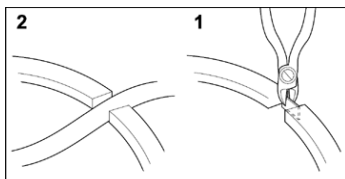

Afbeelding 1
Om de detector te openen (**Afbeelding 1**), verwijdt u het lid door een schroevendraaier (1) in de insprong tussen de beschermkap en het lid van de detector te plaatsen. Het lid blijft aan de basis van de detector bevestigd.